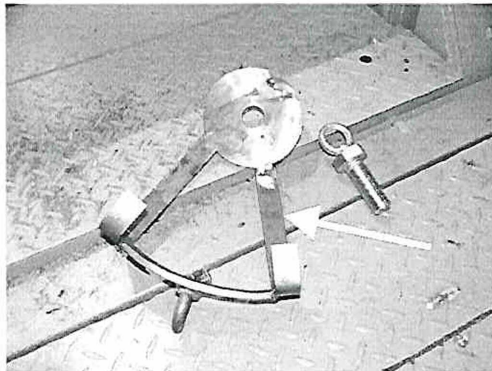

Рис. 20: Кантователь
3. Смонтируйте кантователь для верхней части головки (Рис. 20 и Рис. 21).